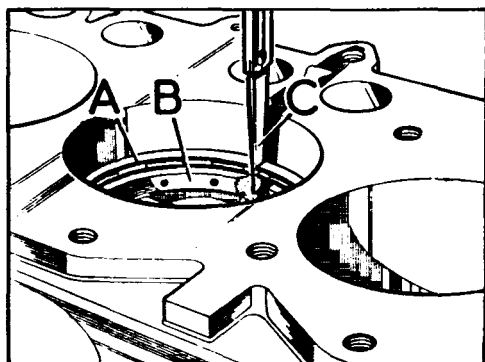

Fig. A1-105 Comprobación de la separación entre juntas de los segmentos
- 3.1. Para esta operación se utilizará un pistón auxiliar, B (Fig. A1-105) con el fin de mantener los segmentos, A, a escuadra respecto al cilindro.